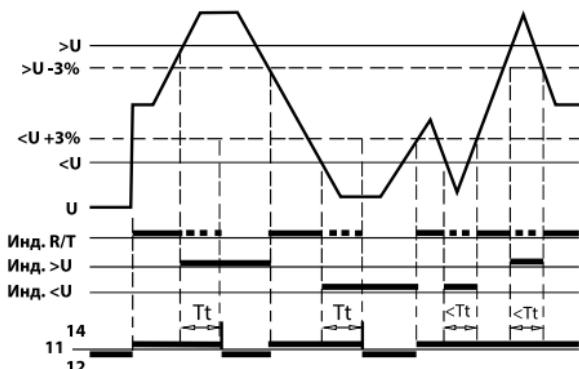

Рисунок 6. Схема работы реле РН-1
6.2. При расчете напряжения повторного подключения следует учитывать гистерезис, который составляет 3% от установленного верхнего или нижнего значения (рисунок 6). Например, при установке верхнего значения напряжения 265 В, значение гистерезиса составит $265 \times 0,03 = 7,95$ В, т. е. при сниже-